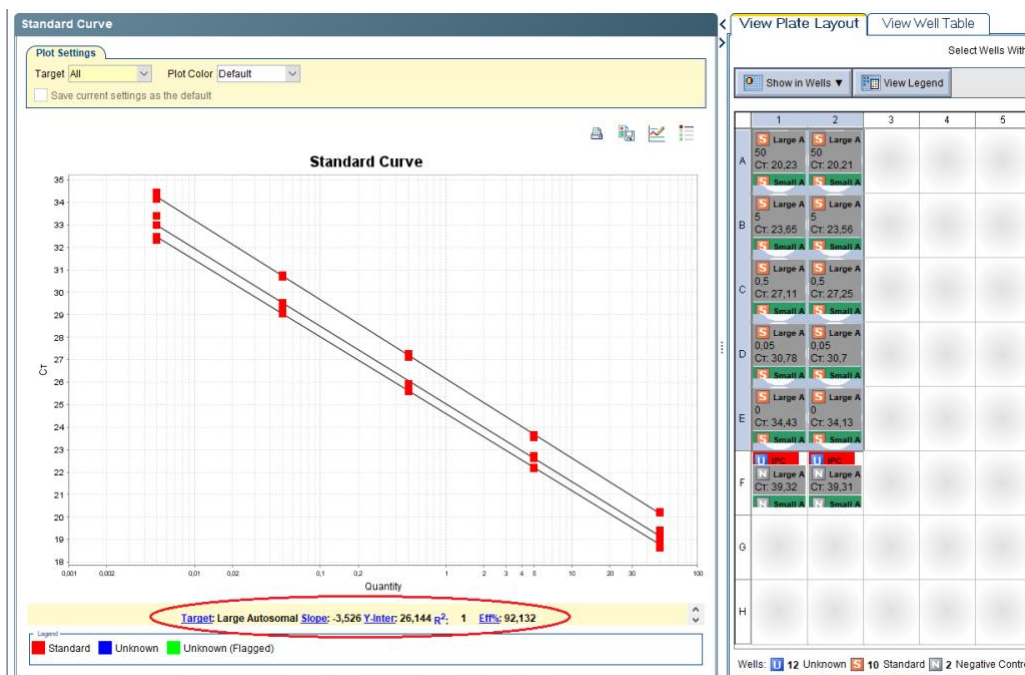

Рисунок 76
- В появившемся окне оценить параметры калибровочных кривых по каждой мишени (рисунок 76).